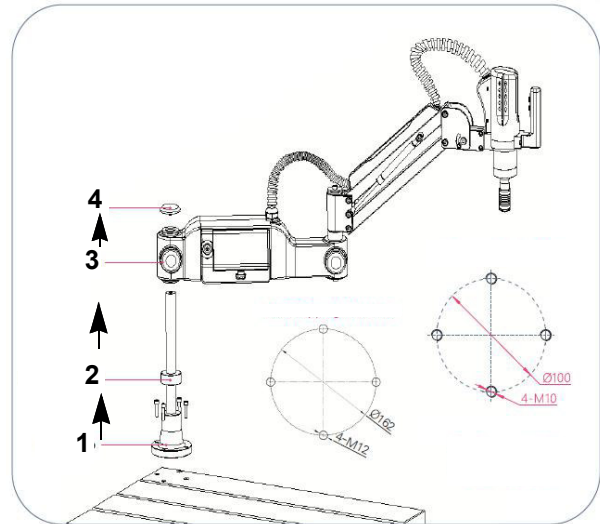

Abb. 5: Montage
Schritt 3: Maschinenträger montieren. Richten Sie den Maschinenträger an den Schraublöchern des Arbeitstisches aus und montieren Sie die vier Schrauben. Wenn Sie keinen METALLKRAFT-Arbeitstisch gekauft haben, müssen Sie vier Befestigungslöcher auf dem Arbeitstisch selbst bohren (s. Diagramm „Befestigungslöcher für den Maschinenträger“, Abb. 5).